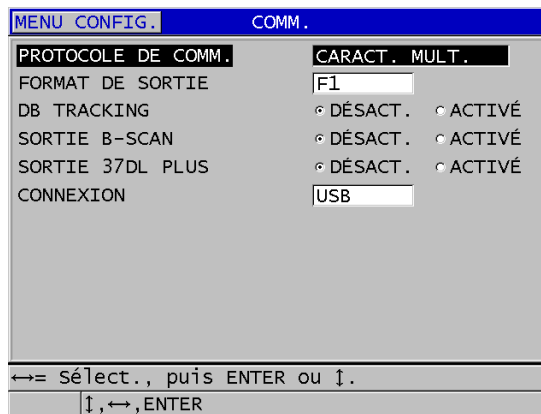

Figure 9-3 Modification des paramètres de communication
3. Dans l'écran **COMM.**, faites ce qui suit (voir la Figure 9-3 à la page 150) :